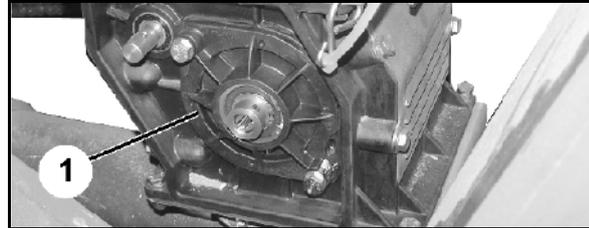

Fig. 97
4. Flügelmutter (Fig. 97/1) lösen und die durchsichtige Kunststoffkappe (Fig. 97/2) vom Verteilerkopf abziehen.
6. Kunststoffkappe (Fig. 97/2) montieren.
7. Kunststoffkappe mit Flügelmutter (Fig. 97/1) befestigen.